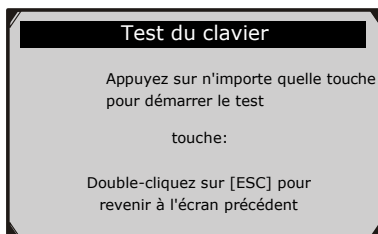

Figure 3.10
- 2) Appuyez sur n'importe quelle touche pour démarrer le test. Lorsque vous appuyez sur une touche, son nom s'affiche à l'écran. Si le nom de la touche ne s'affiche pas, elle ne fonctionne pas correctement. (Figure 3.10)